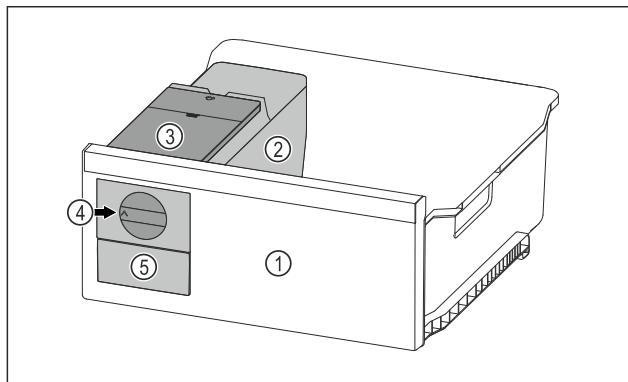

Fig. 102 Примерное изображение
- Поверните поворотную кнопку Fig. 102 (4) по часовой стрелке до упора.
- Кубики льда упадут из ванночки для кубиков льда в выдвижной ящик для кубиков льда Fig. 102 (5).